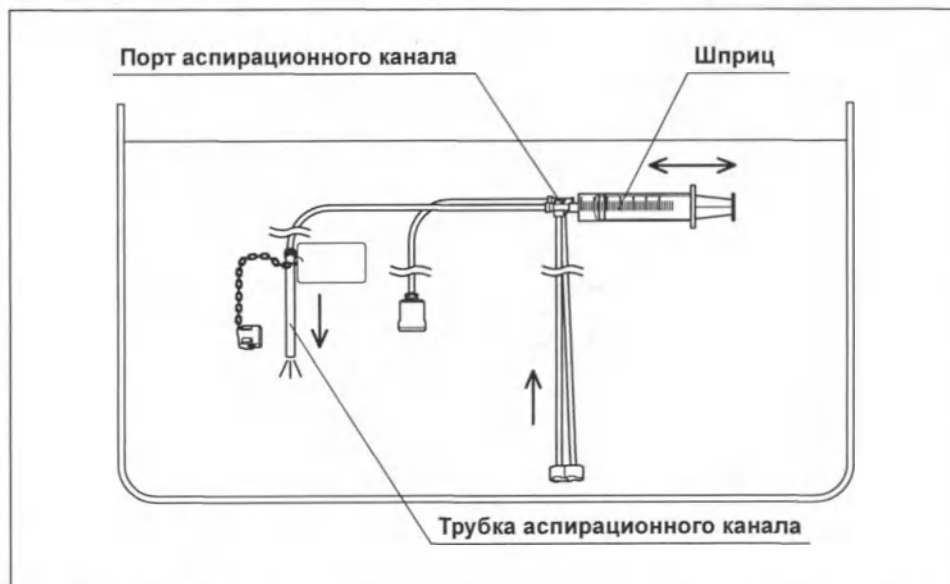

Рисунок 6.16
- 2 Полностью погрузив шприц и инъекционную трубку в воду, медленно оттяните поршень шприца, чтобы заполнить шприц водой. Затем надавите на поршень, чтобы промыть аспирационный канал инъекционной трубки 30 миллилитрами воды. (см. рис. 6.16)